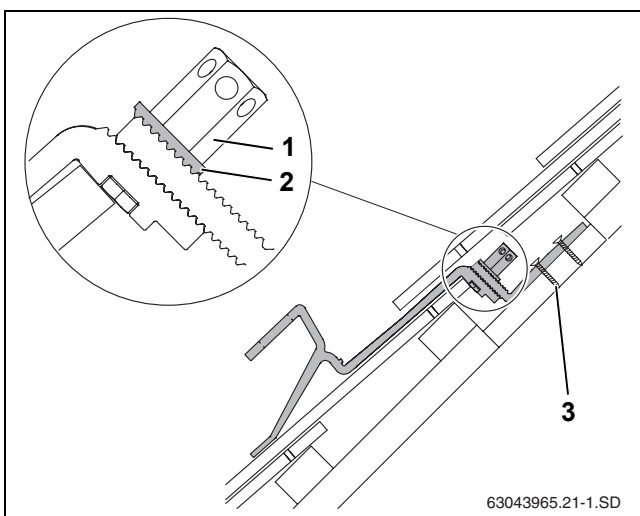

Bild 18 Montierter Dachhaken. Schnittdarstellung mit gekürztem Dachhaken-Unterteil
Die verzahnte Unterlegscheibe (Bild 18, [2]) muss in die Verzahnung des Dachhaken-Unterteils greifen.
- ▶ Lange Sechskantmutter (Bild 18, [1]) anziehen. Hierzu den Schlüssel SW 5 in das Loch der Sechskantmutter stecken und drehen.
- ▶ Dachhaken-Unterteil mind. im ersten (Bild 18, [3]) und zweiten Loch mit geeigneten Schrauben am Sparren befestigen.